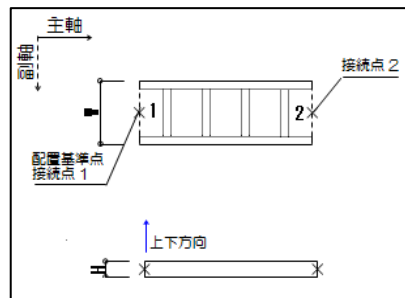

図 4
- 4) 「ケーブルラック」の上下方向は、ラックの下端から上端へ向かう大きさ 1 の方向ベクトルとする。（図 4 参照）